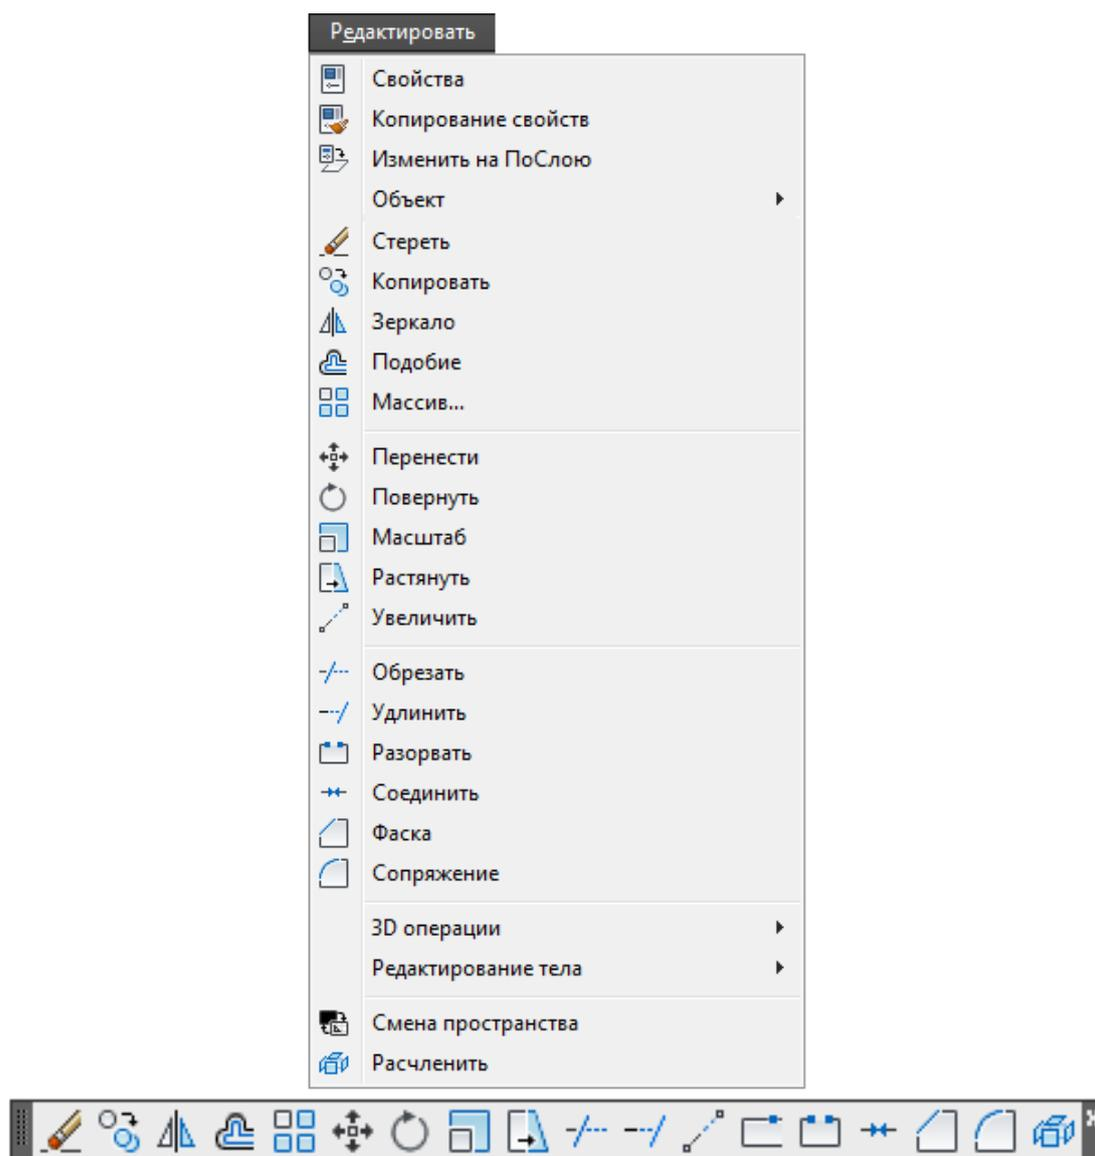

Рис. 4.4. Команды меню панели управления Редактировать (вверху) и панель инструментов Редактировать (внизу)
4.4. Команды редактирования объектов (рис. 4.4)
РЕДАКТИРОВАТЬ (MODIFY) или посредством кнопок панелей инструментов *Редактировать (Modify)* (рис. 4.4).